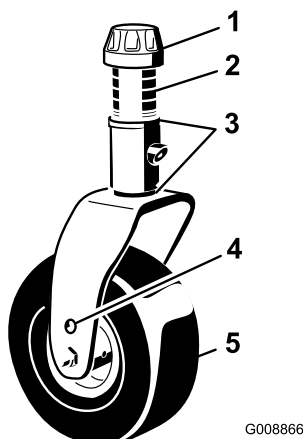

Figura 29
3. Retire el casquillo tensor del eje de la rueda giratoria (Figura 29) y retire el eje del brazo de la rueda giratoria. Coloque dos suplementos (3 mm) en el eje de la misma forma que en la instalación original. Coloque el número necesario de espaciadores de 13 mm en el eje para obtener la altura de corte deseada.